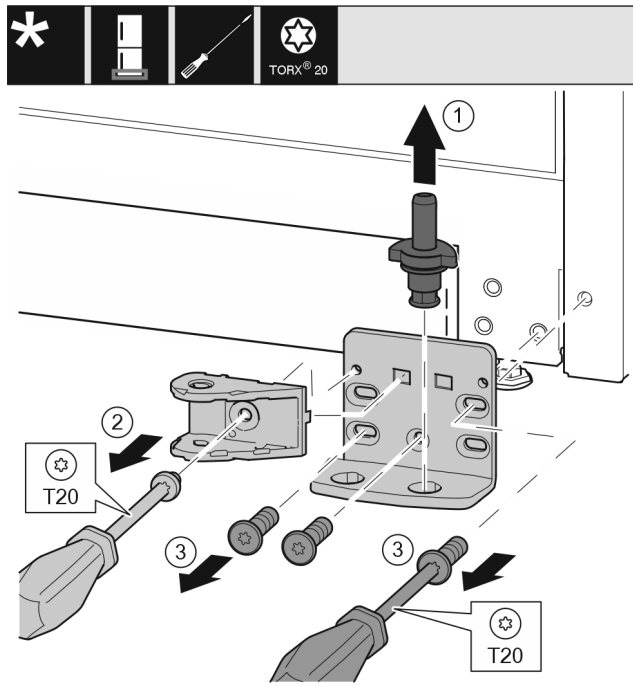

Fig. 34 *
- ▶ Húzza ki teljesen a csapszeget felfelé. Fig. 34 (1)*
- ▶ Csavarja ki a csavart a T20 csavarhúzóval, és vegye le a záráscsillapítót. Fig. 34 (2)*
- ▶ Csavarja ki a csavarokat a T20 csavarhúzóval, és vegye le a csapágybakot. Fig. 34 (3)*